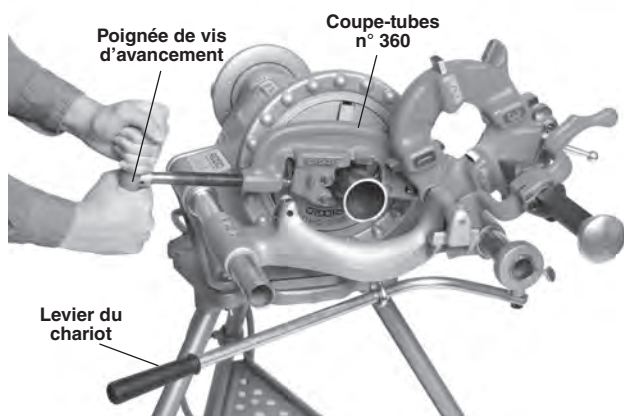

Figure 21 – Utilisation du coupe-tubes n° 360
4. Tenez la poignée de la vis d'avancement du coupe-tubes des deux mains (Figure 21).